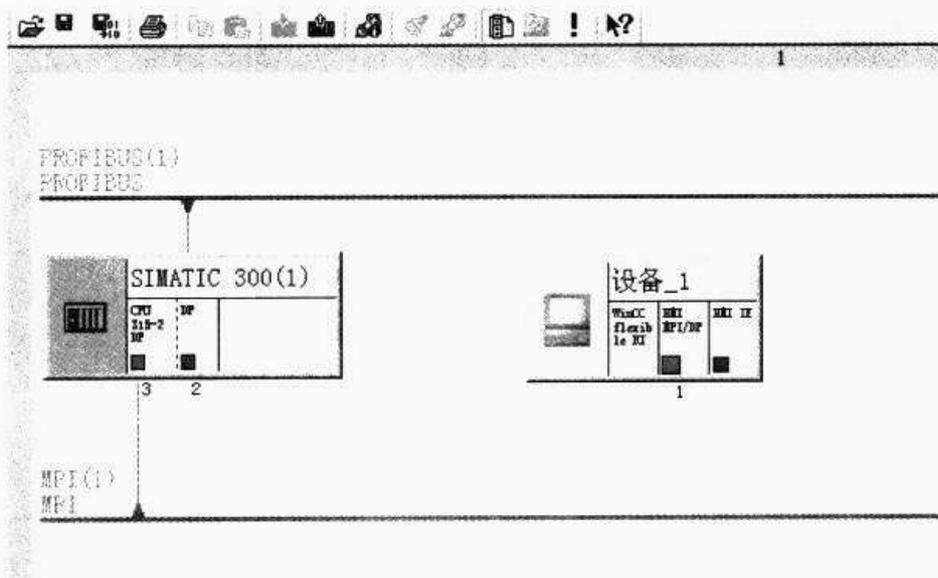
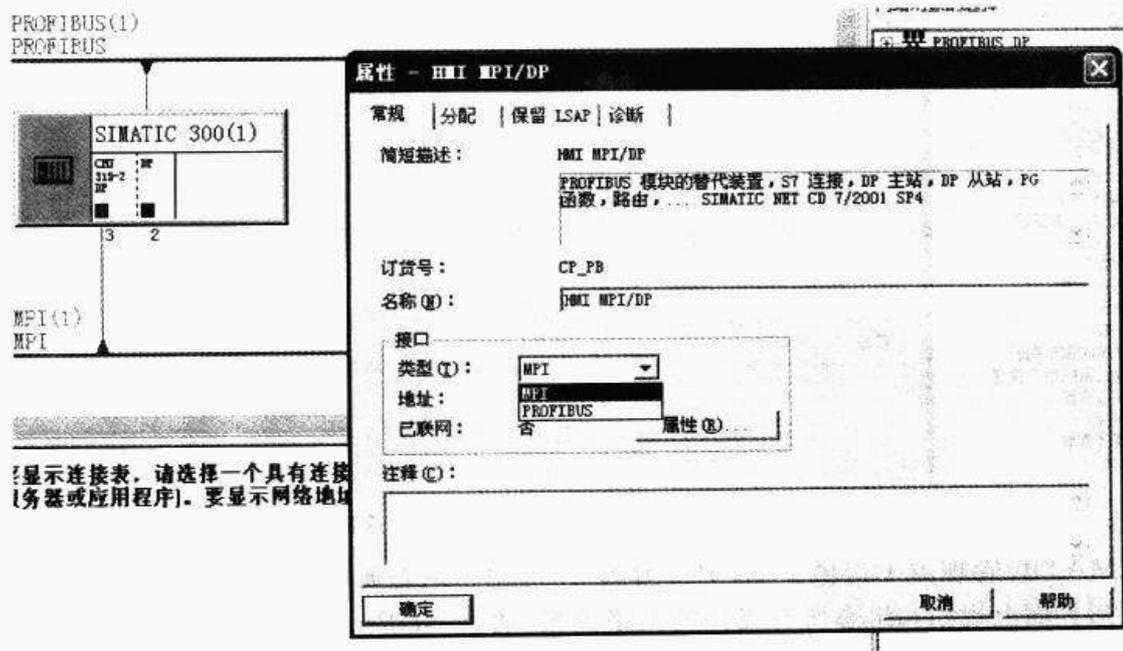

图 14-6 设置 NetPro 编辑器
图 14-7 设置 NetPro 编辑器—选择接口类型
在这个新建的 WinCC flexible 项目中,不做任何的通讯设置。打开刚才选择集成进入的 STEP 7 项目,打开“NetPro”编辑器。如图 14-6 所示。
在图 14-6 中,可以看到 HMI 站点(设备\_1)有两个接口:HMI MPI/DP 和 HMI IE 接口,这两个接口分别对应实际设备的 485 和以太网接口。双击 HMI MP/DP 接口,在弹出的对话框中选择需要和 PLC 相连接的协议类型,如图 14-7 所示。
**注意:**需要双击整个接口才可以选择协议类型。如果没有双击接口,而是双击了图 14-6 中 HMI 站点的红色方块,则只可以设置 MPI 网络的参数。